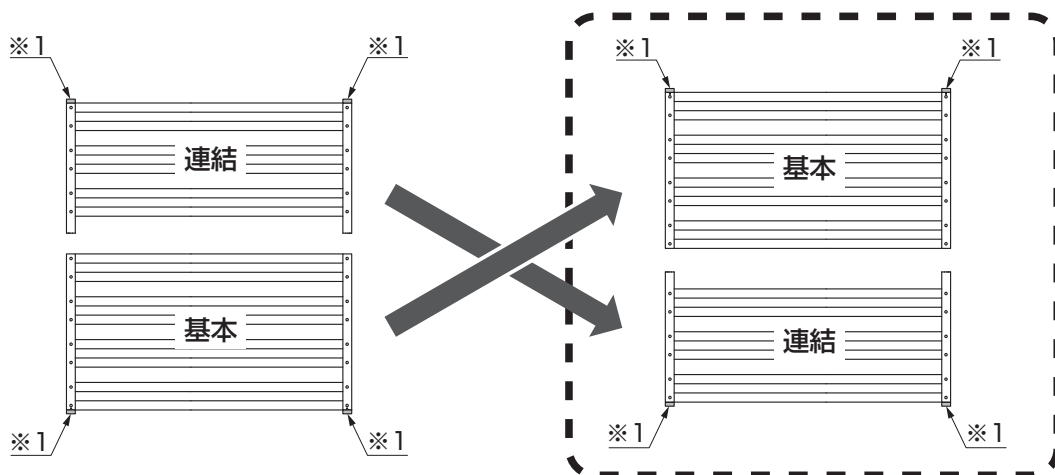

図5-4 基本 (1枚) + 連結の場合
- 連結パネルは取付け位置を反転させて取付けも可能です。(図5-4参照)